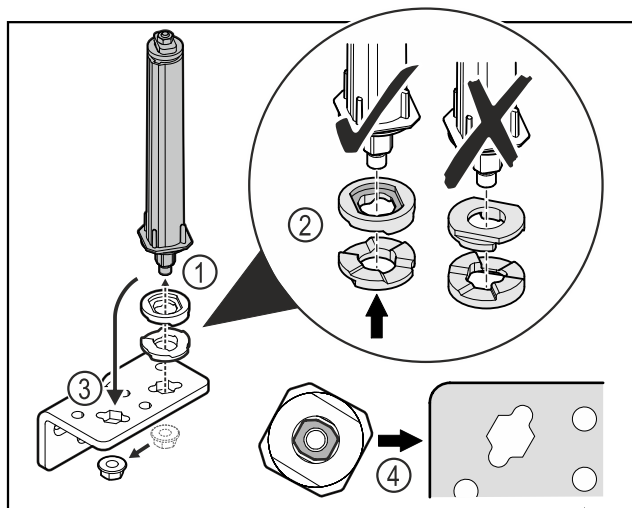

Fig. 35
- Otpustite maticu i skinite sustav zatvaranja vrata Fig. 35 (1).
- Pazite na ispravno poravnanje pločica za namještanje visine Fig. 35 (2).
- Premjestite sustav zatvaranja vrata u kutnim šarkama i pričvrstite ga maticom Fig. 35 (3).
- Pri umetanju pazite na ispravno poravnanje sustava zatvaranja vrata Fig. 35 (4).